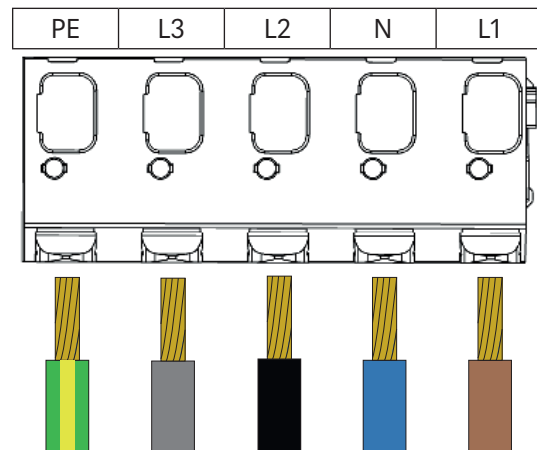

Bild 1
- $\varnothing < 12 \text{ mm}$ (11 kW): obere Klemmstege nutzen (Bild 1)
- Außendurchmesser $< 12 \text{ mm}$ (11 kW): Zahl "11" auf dem Klemmstück muß rechts oben lesbar sein (Bild 1)